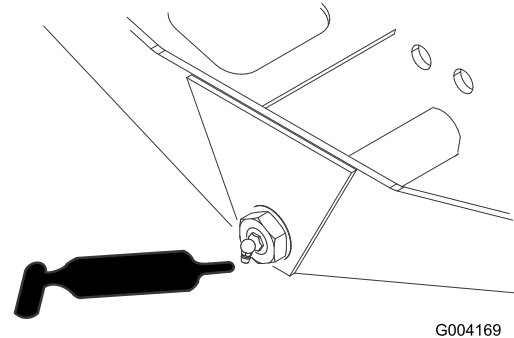

Figura 55
- Perno dello sterzo dell'assale (1) (Figura 55)